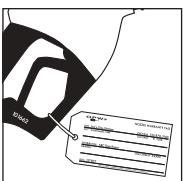

Figure 18
- After installation of the nozzle, remove the registration tag if attached to nozzle. Facility management must complete the registration tag and return to OPW. Keep the receipt of the registration tag for your records. You may either mail the completed registration tag to OPW or register online at [www.opw-fc.com](http://www.opw-fc.com). (*See Figure 18*)
- Suite à l'installation de la lance, enlevez l'étiquette d'enregistrement si encore attachée à la lance. L'administration de la station doit compléter l'enregistrement et retournez celle-ci à OPW. Conservez le reçu pour vos dossiers. Vous pouvez soit poster l'enregistrement ou complétez l'enregistrement sur le site [www.OPW-FC.com](http://www.OPW-FC.com). (*Voir Fig. 18*)